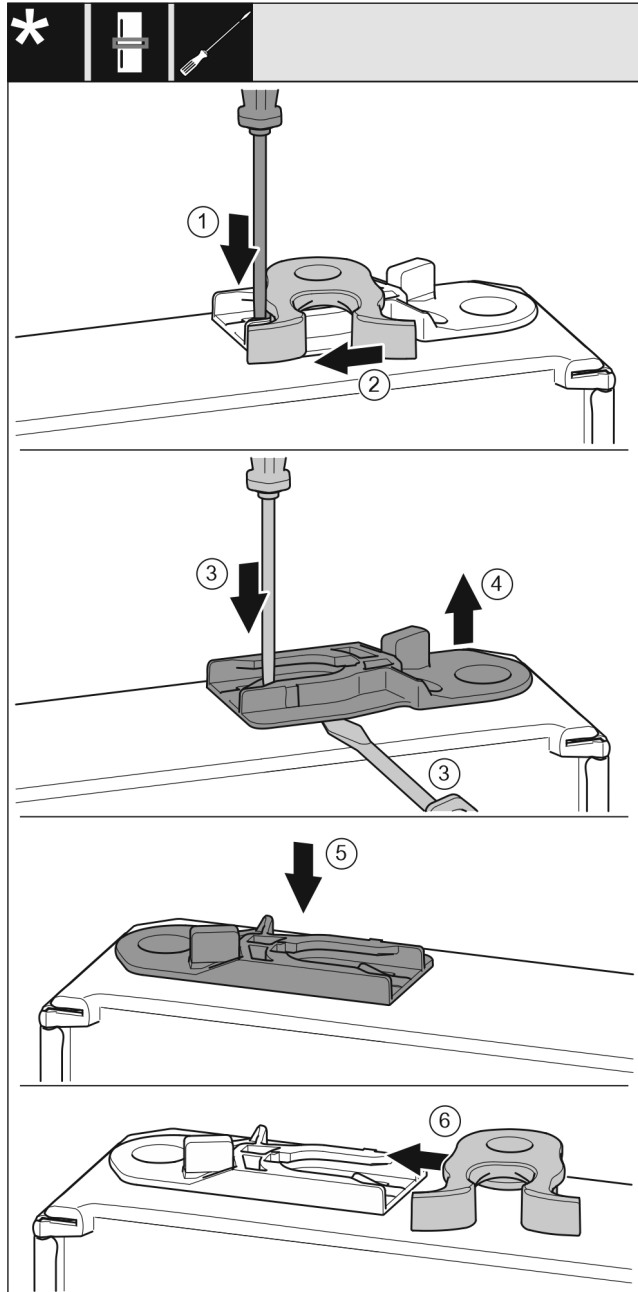

Fig. 19
- Suruge aasa Fig. 19 (1) lapikkruvikeerajaga allapoole.
- Tõmmake sulgemiskonks Fig. 19 (2) juhikust välja.
- Tõmmake juhtpuks Fig. 19 (3, 4) välja: Suruge lapikkruvi-
- Lükake tarnekomplektis kaasapandud juhtpuks Fig. 19 (5)
- Lükake sulgemiskonks Fig. 19 (6) juhikusse.